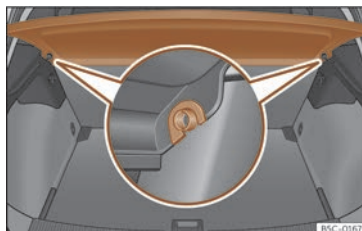

Fig. 116 Al maleter: desmuntar i muntar la safata.
- Desencaixeu la safata dels suports laterals >>> **fig. 116** estirant-la cap amunt i extraieu la safata.
- Introduïu la safata horitzontalment fent coincidir la "ferradura" sobre l'eix dels suports >>> **fig. 116** i premeu cap avall fins que encaixin.